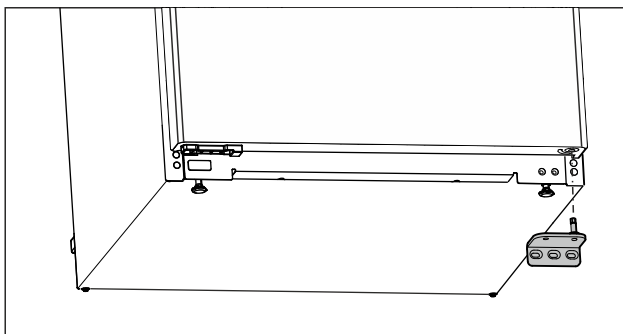

Fig. 7
- ▶ Lagerbock nach unten abnehmen. (siehe Fig. 7)